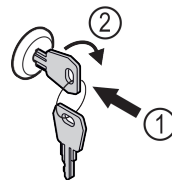

Fig. 206
- Вдавити ключ. Fig. 206 (1)
- Повернути ключ на 90° за годинниковою стрілкою. Fig. 206 (2)